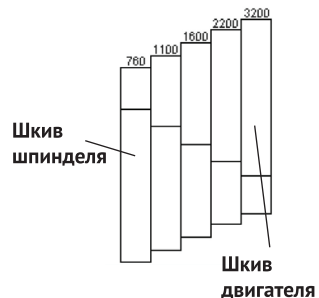

рис.3
Скорость шпинделя регулируется переустановкой ремня на ведущем и ведомом шкивах в пяти фиксированных положениях: 760, 1100, 1600, 2200 и 3200 об/мин, как показано на рис.3. Скорость шпинделя выбирается исходя из размеров заготовки и характера обработки. Большие и неуравновешенные заготовки следует обтачивать только при малых оборотах. Также малые обороты используются при обдирке заготовок. Максимальные обороты используются при отделке изделий и шлифовании.
- переставить ремень в нужное положение для установки соответствующей скорости шпинделя, используя данные рис.3;